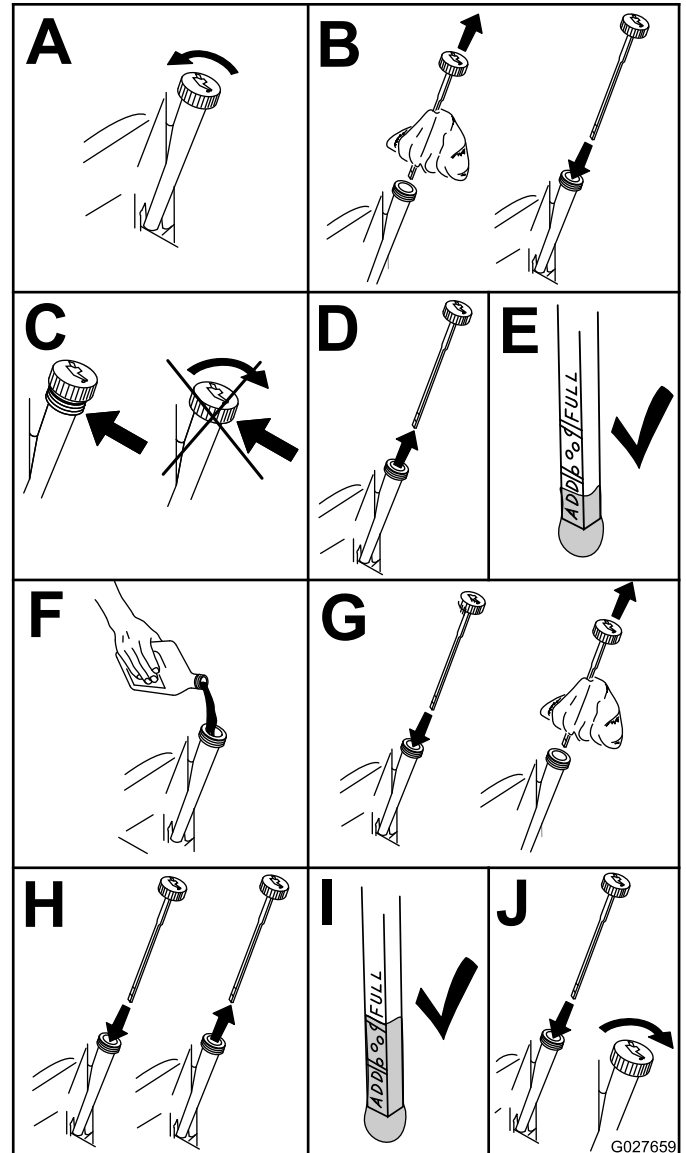

Figura 39
4. Verifique o nível de óleo do motor (Figura 39).